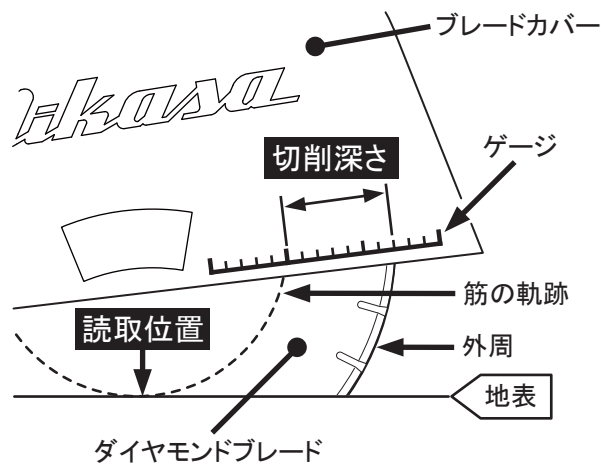

図 11
- 切削深さは、回転の中心であるブレード軸の真下で地表に接した位置(読取位置)からブレードの先端である外周までの距離です。アスファルトまたはコンクリートをダイヤモンドブレードで切り込んだ時に、ブレードの側面には回転の筋跡(筋の軌跡)ができます。切削深さの読み取りは、読取位置にある筋の軌跡を辿ってブレードカバーに貼り付けられたゲージにて外周との距離を読み取って行います。(図11)